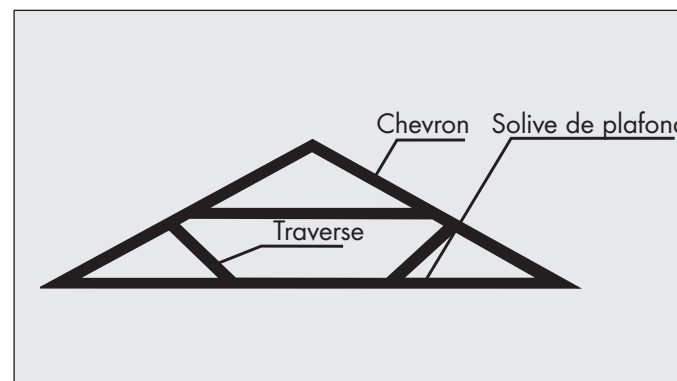

Fig. 2 Charpente conventionnelle de toit dont les traverses sont fixées aux solives de plafond.
**AVERTISSEMENT! NE JAMAIS FAIRE DE COUPE DANS CE TYPE DE CHARPENTE (FIG. 2 ET 3) SANS AVOIR AU PRÉALABLE CONSULTÉ UN ARCHITECTE.**